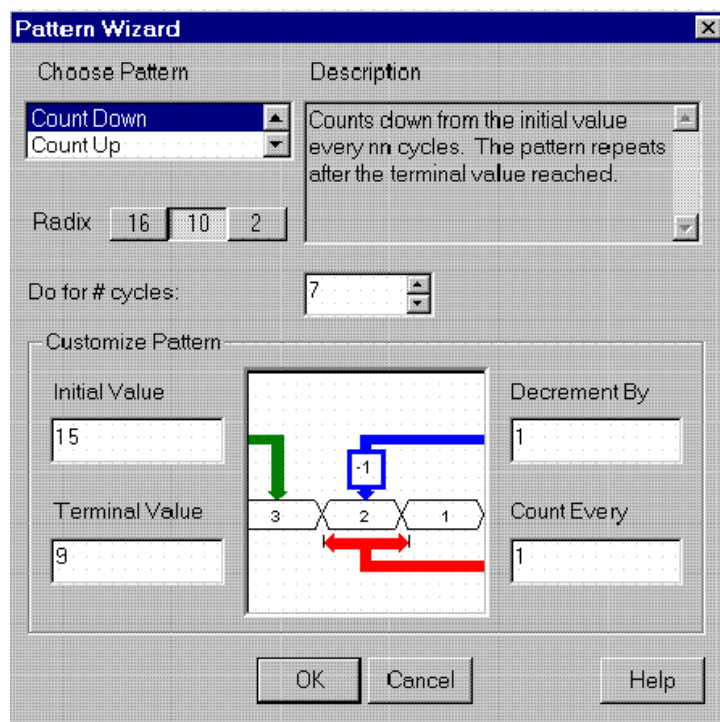

图 1-19 Pattern Wizard 设置
8. 在 Pattern Wizard 的对话框中设置参数，使得期望的计数输出值为 15 到 9，如图 1-19 所示。